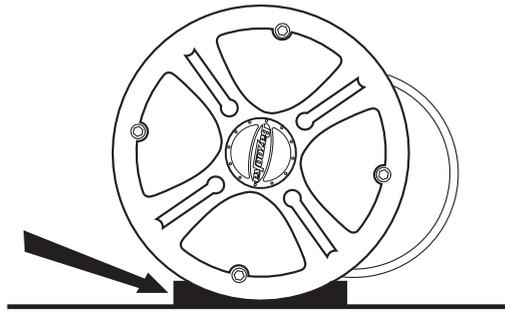

Figura 4
3. Ubique cada base de fijación debajo del tubo Bazzoka como se indica en la figura 4.